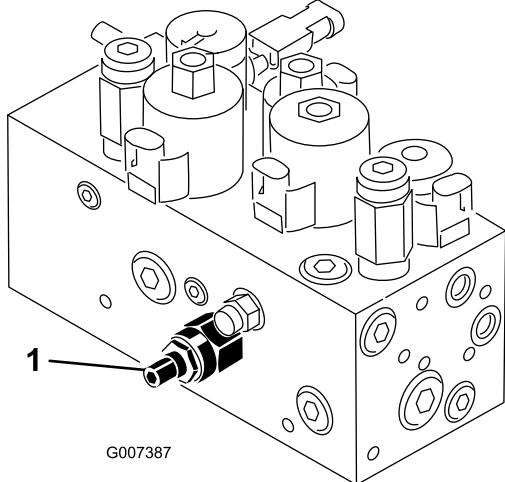

Bild 59
Der Hub-/absenkungskreis der Mähwerke ist mit einem Stromventil ausgerüstet (Bild 59). Dieses Ventil wird im Werk um ungefähr 3 Umdrehungen geöffnet. Zum Ausgleichen unterschiedlicher Hydrauliköltemperaturen und Mähgeschwindigkeiten usw. müssen Sie dieses Ventil jedoch u. U. einstellen. Gehen Sie dabei folgendermaßen vor:
1. Klappen Sie den Sitz hoch und finden Sie das Hauptregulierventil für das mittlere Zuggestell (Bild 59), das sich neben dem Hydraulikverteiler befindet.